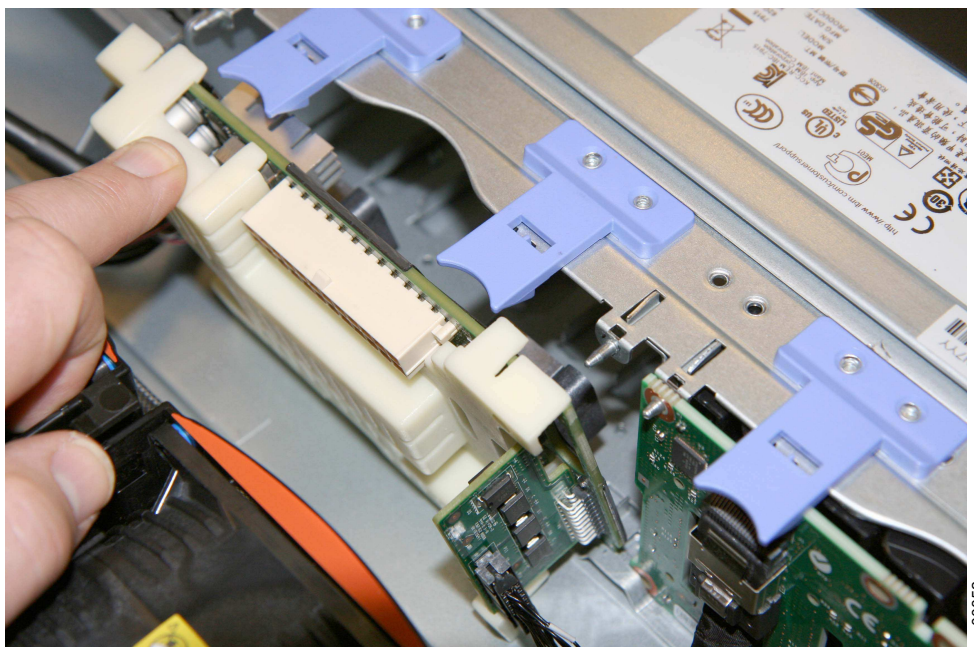

Figura 104. Removendo o painel traseiro da bateria
1. Levante as guias de bloqueio e levemente puxe para trás e levante o painel traseiro da bateria do chassi, conforme mostrado em Figura 104 na página 127.